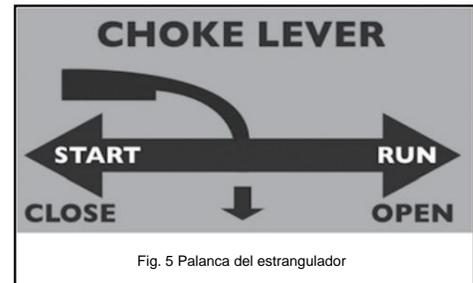

Fig. 5 Palanca del estrangulador
5. Mueva la palanca del estrangulador a la posición CERRADO/ARRANQUE (Fig. 5).
8. Si el motor no arranca, repita el paso 7. **NOTA:** Después de repetidos intentos fallidos de arrancar el motor, consulte la guía de solución de problemas antes de intentar arrancar el generador. Si los problemas persisten, llame al (800) 232-1195, de lunes a viernes de 8 a 5, CST.